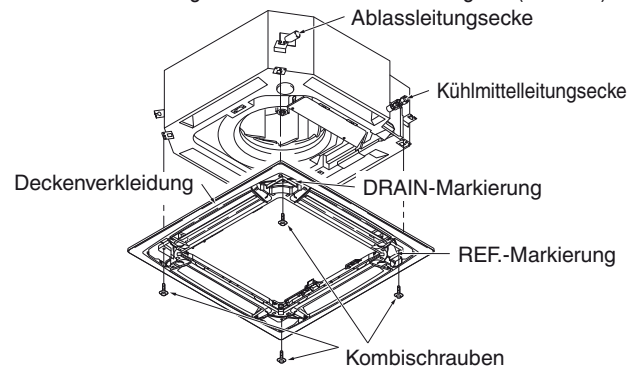

Abb. 7-5
- 3) Die mitgelieferten Kombischrauben an den vier Deckenverkleidungs-Befestigungspunkten so festziehen, dass die Verkleidung sicher an der Einheit befestigt ist. (Abb. 7-5)